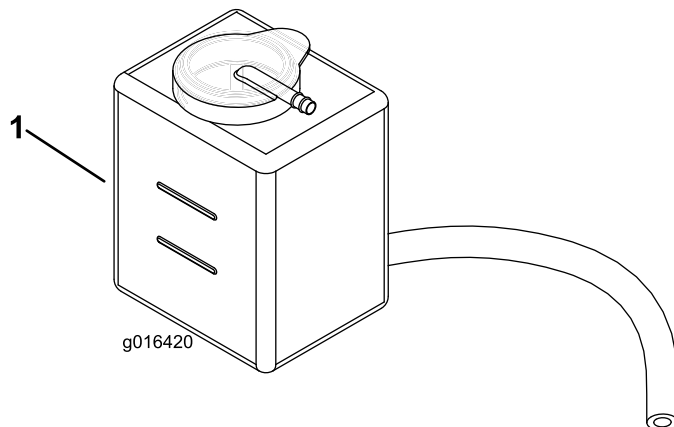

図 26
- 冷却液の量を点検する (図 26)。エンジンが冷えている状態で、補助タンク側面についている 2 本のマークの間であれば適正である。